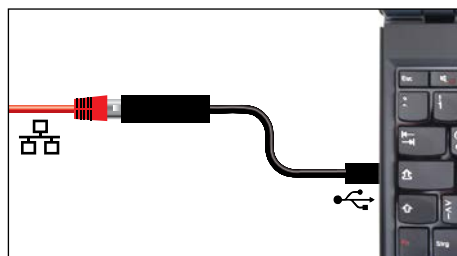

Abb. 7 Konverter Ethernet–USB
- ▶ Konverter Ethernet–USB (Abb. 7). Damit ist es möglich, den Netzwerkanschluss des Geräts (siehe Seite 12) mit dem USB-Anschluss eines PCs/Laptops zu verbinden.